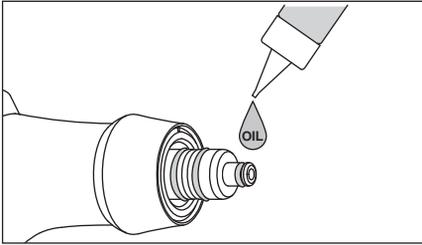

Fig. 21
- 1) Seque a secção de anéis vedantes do conjunto pulverizador e do anel regulador, deite uma gota do óleo de turbina fornecido e fricção com um dedo, etc. (Fig. 21, 22)